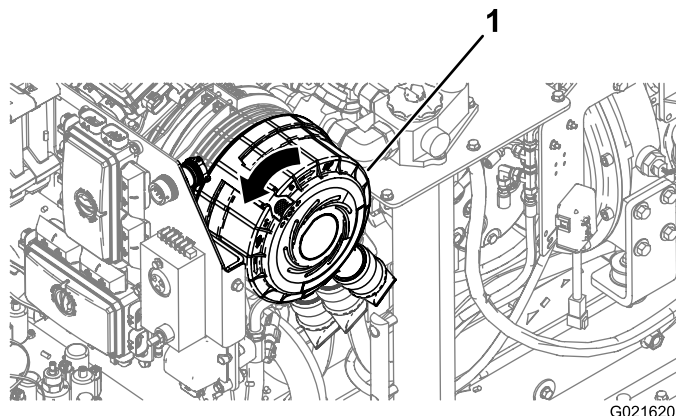

Figura 115
6. Gire la tapa del filtro en sentido antihorario hasta que el tapón guardapolvo esté en la posición de las 4 (Figura 115).
4. Gire la tapa del filtro del limpiador de aire en sentido horario, hasta que el tapón guardapolvo esté en la posición de las 4 (Figura 115).
5. Empuje el enganche de la tapa del filtro del limpiador de aire hacia dentro hasta que quede bien asentada (Figura 115).